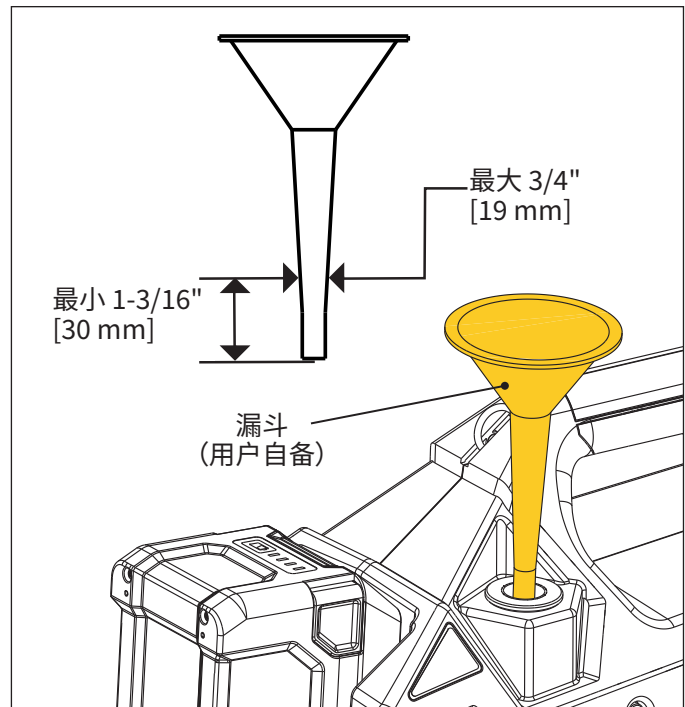

图 13: 使用漏斗加油
- 用一个漏斗(颈部外径最大为 3/4" [19 mm],长度至少 1-3/16" [30 mm])穿过注油口,进入注油管中。请见图 13。